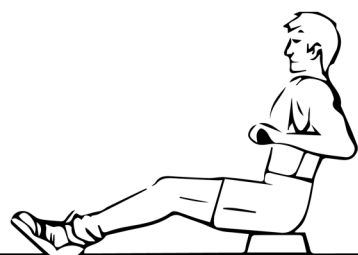

Fig. 3
4. Continúe este movimiento hasta que se incline ligeramente hacia atrás. Lleve los brazos a los lados (fig. 3).